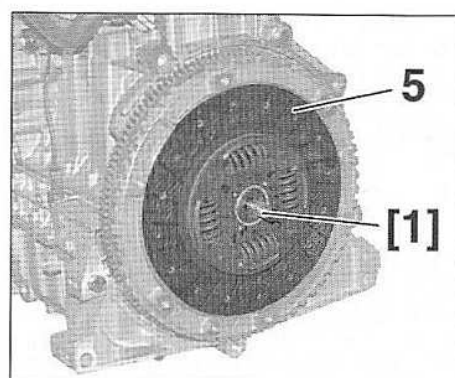

FIG.9
- Reposer et centrer le disque d'embrayage (5) à l'aide de l'outil [1], face avec l'inscription du n° PSA 96 XXX XXX 80 ou GEARBOX SIDE côté boîte (Fig.9).
- Dévisser la vis centrale de l'outil [3] de quelques tours pour détendre le mécanisme d'embrayage (4).